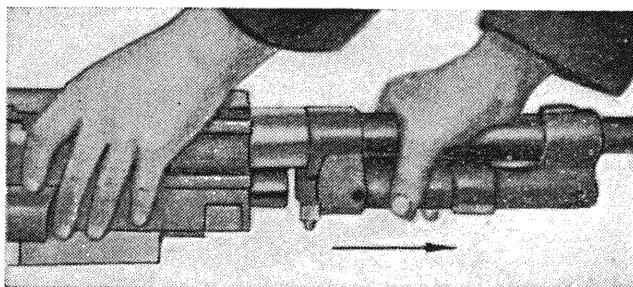

Рис. 69
17. Продвигая ствол с камерой вперед, вынуть его из коробки (рис. 69).